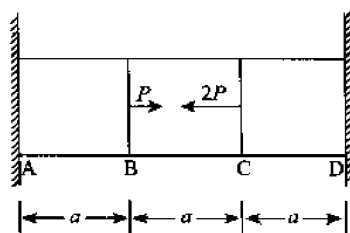

图 2-49
4. 作图 2-49 所示杆的轴力图, 并求杆的应变能 (EA 已知)。